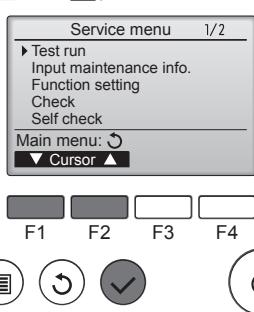

Fig. 6-3
③ Wählen Sie "Test run" (Testlauf) mit der Taste F1 oder F2, und drücken Sie die dann die Taste ②. (Fig. 6-3)